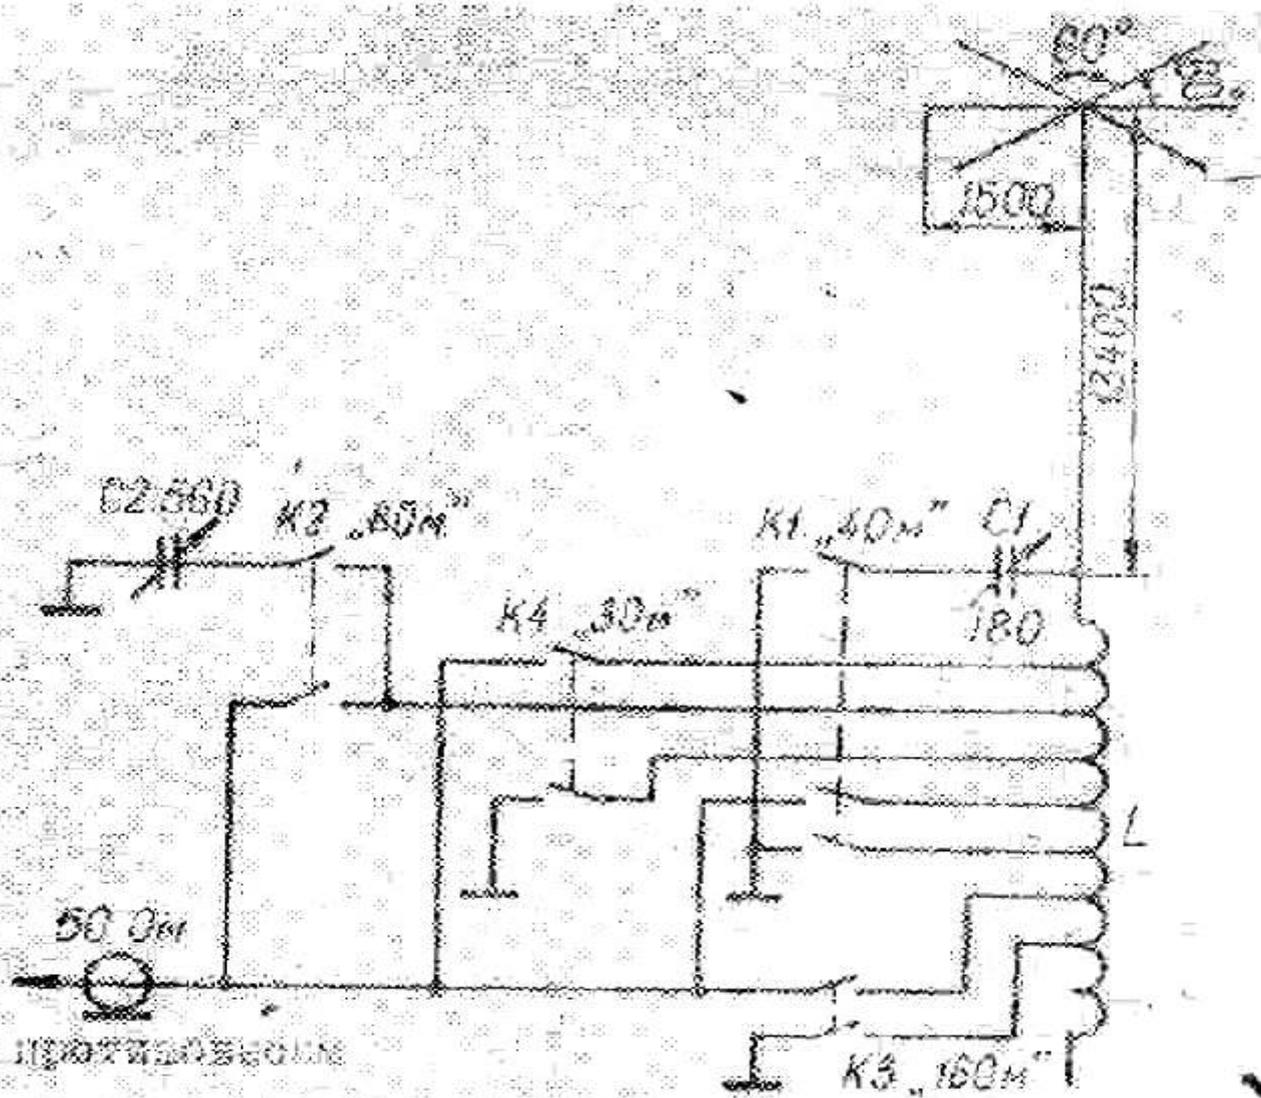

Рис. 12
«Если у вас нет эффективной антенны для работы с ДХ на НЧ диапазонах, сделайте эту конструкцию и это будет то, что Вам необходимо для достижения успеха ...» такими словами охарактеризовал американский радиолобитель В. Станфорд (КЗЕО) (7) антенну, разработанную им для работы на 160, 80, 40 и 30 метрах. Наличие емкостной нагрузки, состоящей из шести диоралюминиевых трубок диаметром 12 мм. и расположенных равномерно по кругу, удлинняет электрическую длину антенны до $5/8 \lambda$ на 30 м, $1/2 \lambda$ на 40 м, $1/4 \lambda$ на 80 м и $1/8 \lambda$ на 160 м. Антенна показана на рис. 12. Данные катушки индуктивности L приве-